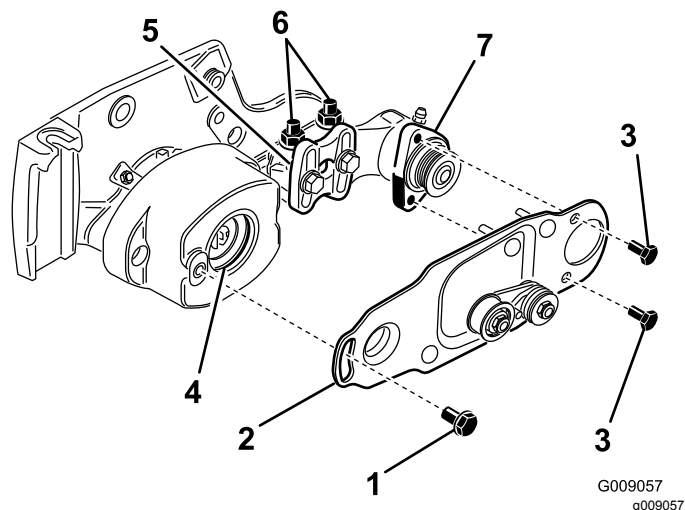

Рисунок 11
10. Нанесите слой консистентной смазки по внутреннему диаметру втулки в корпусе подшипника (Рисунок 11).
11. Ослабьте, но не выворачивайте полностью, болты крепления корпуса подшипника щетки катка к монтажному кронштейну щетки катка (Рисунок 11).
12. Установите поворотную пластину щетки катка (Рисунок 11).
13. Нанесите состав Loctite 243 (синий) на 2 болта (5/16 x 5/8 дюйма) и используйте эти болты для установки пластины щетки на корпус подшипника щетки катка (Рисунок 11).
катка к боковой пластине режущего блока (Рисунок 11).
- Поверните корпус подшипника щетки катка так, чтобы пластина щетки стала параллельна боковой пластине режущего блока (Рисунок 11).
- Затяните две фланцевые контргайки, крепящие монтажный кронштейн щетки катка к боковой пластине режущего блока (Рисунок 11).
18. Нанесите на болт с буртиком состав Loctite 243 (синий) (Рисунок 11). Прикрепите пластину щетки к корпусу щетки катка с помощью болта с буртиком. (Рисунок 11).